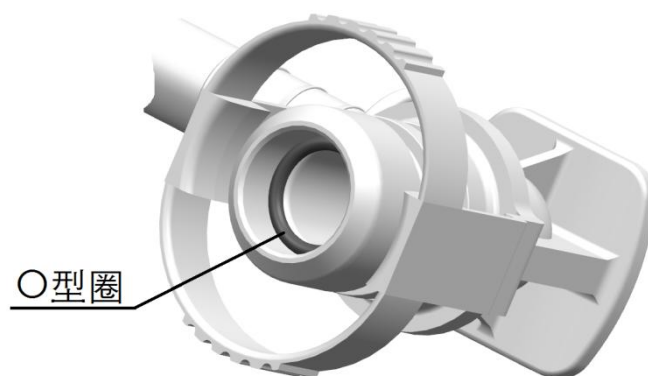

图 3.2
- 8、检查炭罐连接硬管部件快速接头的 O 型圈（图 3.2），应完整光滑无缺损。